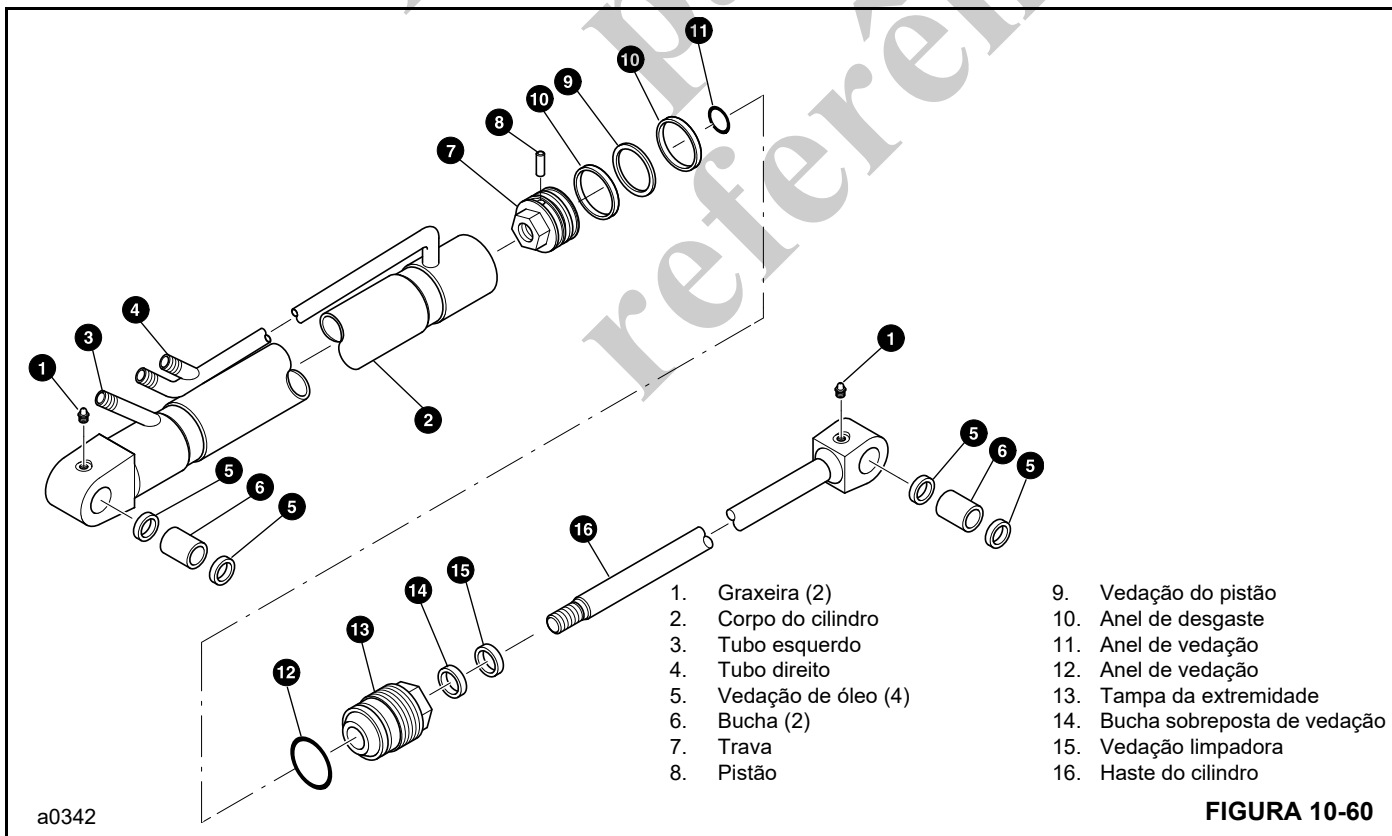

FIGURA 10-60
3. Solte a tampa da extremidade 13 (Figura 10-60) utilizando uma chave de boca especial (Consulte Ferramentas especiais, acima) e remova o conjunto da haste do pistão 16 do corpo do cilindro.
1. Instale a nova bucha sobreposta de vedação **14** (Figura 10-60) utilizando a ferramenta especial de instalação conforme mostrado a seguir:
2. Instale uma nova vedação limpadora 15 (Figura 10-60) e um novo anel de vedação 12 na tampa da extremidade 13. O lábio da vedação limpadora deve ficar voltado para fora.
- b. Remova todos os detritos e contaminação. Insira o pino de trava 8 (Figura 10-60) no furo feito. O furo roscado do extrator deve estar voltado para fora.
- d. Remova todos os detritos e contaminação. Instale o pino de trava 8, Figura 10-60.